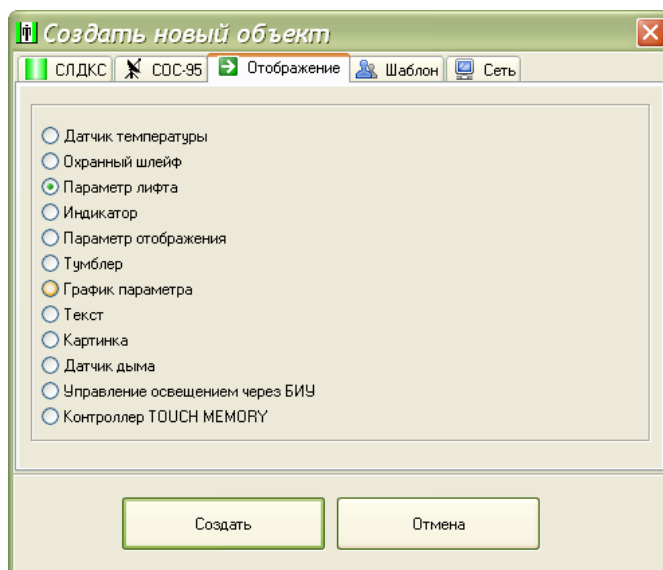

Рисунок 24
2) На вкладке «СЛДКС» выбрать «Параметр лифта» (рисунок 24).